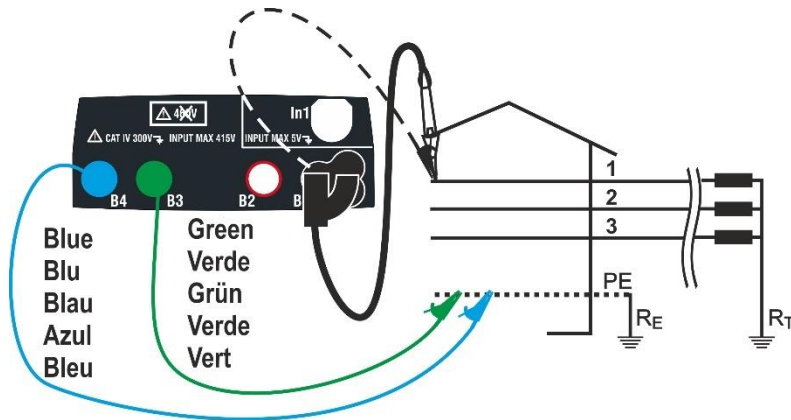

Fig. 22: Medição P-PE/P-N em instalações 400V + PE (não N) com cabos individuais e ponteira remota
4. Efetuar a calibração preliminar dos terminais de teste conforme o descrito no § 6.4.2 Conectar a ficha shuko, os crocodilos ou a ponteira remota à rede eléctrica de acordo com as Fig. 18, Fig. 19, Fig. 20 e Fig. 22.